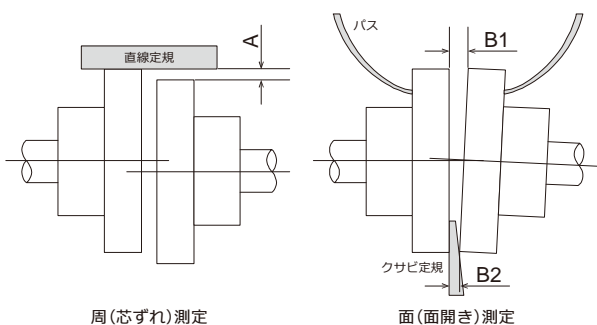
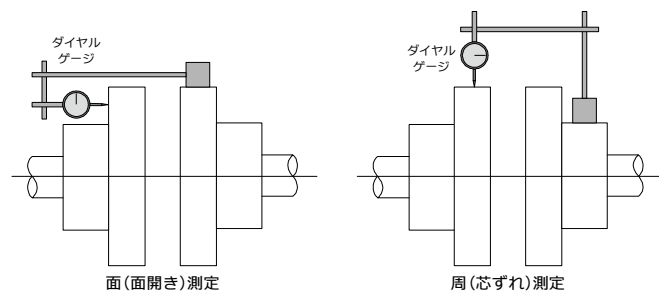

図 2.2-1 直線定規、クサビ定規などによる芯出し
図 2.2-2 ダイヤルゲージによる芯出し
- (3) ポンプと原動機の芯出しを行って下さい。芯出し作業は図2.2-1に示すように両カップリングの周囲に直線定規、両面にクサビ定規、パスなどを用いて行い、カップリングの90° 毎の4点を測定し、それぞれの値が面・周とも表2-1の数値以下となるように調整して下さい。さらに芯出しを容易かつ正確にするには、図2.2-2に示すようにダイヤルゲージを用いて行って下さい。